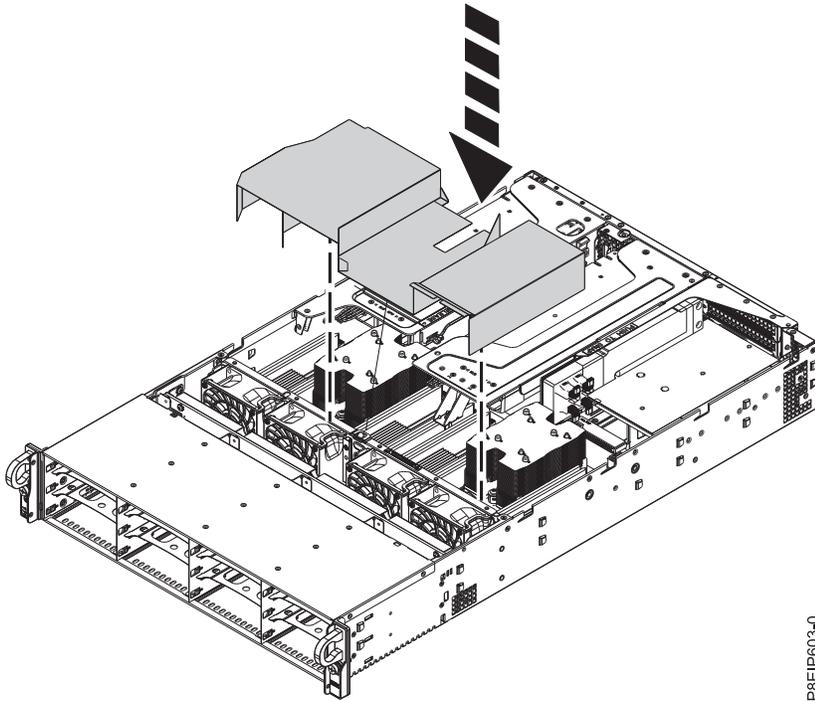

図 74. プロセッサ・エア・パフルの取り付け
19. プロセッサ・エア・バッフルを取り付けます。バッフルの端をファン・サポートに挿入します (66 ページの図 74 を参照)。次に、バッフルを所定の位置に慎重に押し込みます。